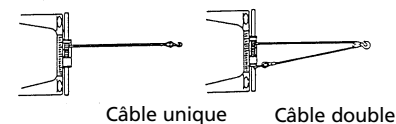

Figure 1
1. Ne maintenez pas l'alimentation au treuil si le moteur cale. Les surcharges peuvent endommager le treuil et/ou le câble et peuvent créer des conditions dangereuses. POUR LES CHARGES DE PLUS 2/3 DE CAPACITÉ NOMINALE, NOUS RECOMMANDONS D'UTILISER LE PALAN FACULTATIF AFIN DE DÉDOUBLER LE CÂBLE (Fig. 1). Ceci réduit la charge appliquée au treuil et au câble d'environ 50%. En cas d'attache au même véhicule, fixez le treuil au cadre ou à un autre point de portage. Le moteur du véhicule devrait être en marche pendant le fonctionnement du treuil pour minimaliser l'épuisement de la batterie et maximiser la force et la vitesse du treuil. Si un treuilage important est effectué sans que le moteur ne soit en